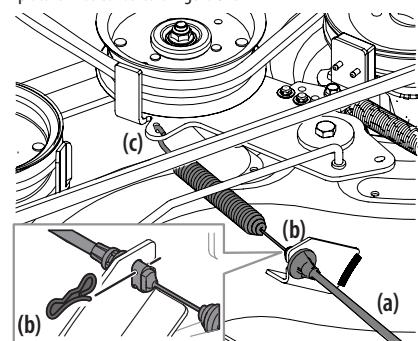

Figura 34
10. Extraiga con cuidado el cable de la PTO (a) de la parte posterior de la plataforma de corte retirando el pasador de chaveta (b) que lo sujetaba. Retire el resorte (c) del soporte de polea loca de la plataforma. Consulte la Figura 34.